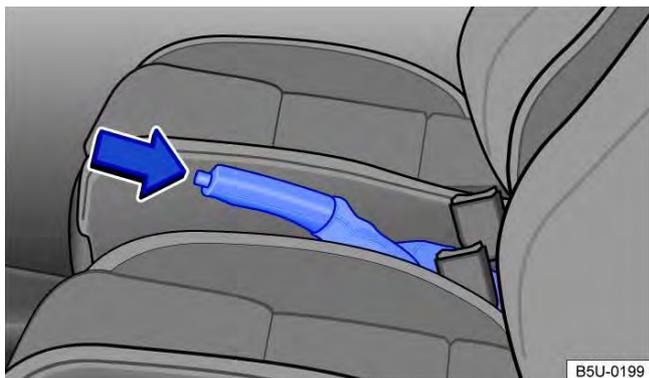

Fig. 108 Entre os bancos dianteiros: alavanca do freio de estacionamento.
- Puxar a alavanca do freio de estacionamento para cima com o botão bloqueador pressionado → Fig. 108 (seta).
- Puxar a alavanca do freio de estacionamento um pouco para cima e pressionar o botão bloqueador → Fig. 108 (seta).